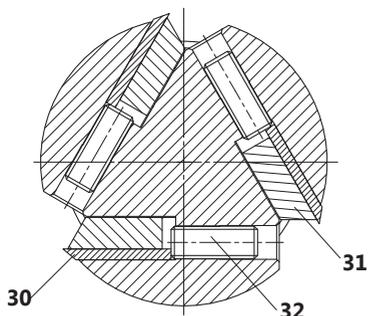
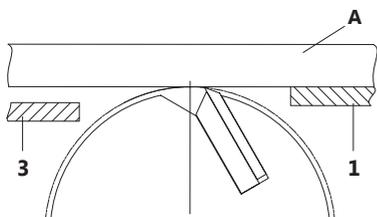

Рисунок 10 Регулировочное устройство
Рисунок 11 Схема проверки ножей
Закручиванием/выкручиванием винтов 32 (рис. 10) шестигранным ключом $s=3$ мм отрегулировать ножи 30 так, чтобы острие ножа слегка касалось проверочной линейки А, установленной на столе приёмном 1 (рис. 11).
- выставить приемный стол с помощью ручки 6 так, чтобы при вращении ножевого вала строгальные ножи слегка касались линейки (рисунок 11).